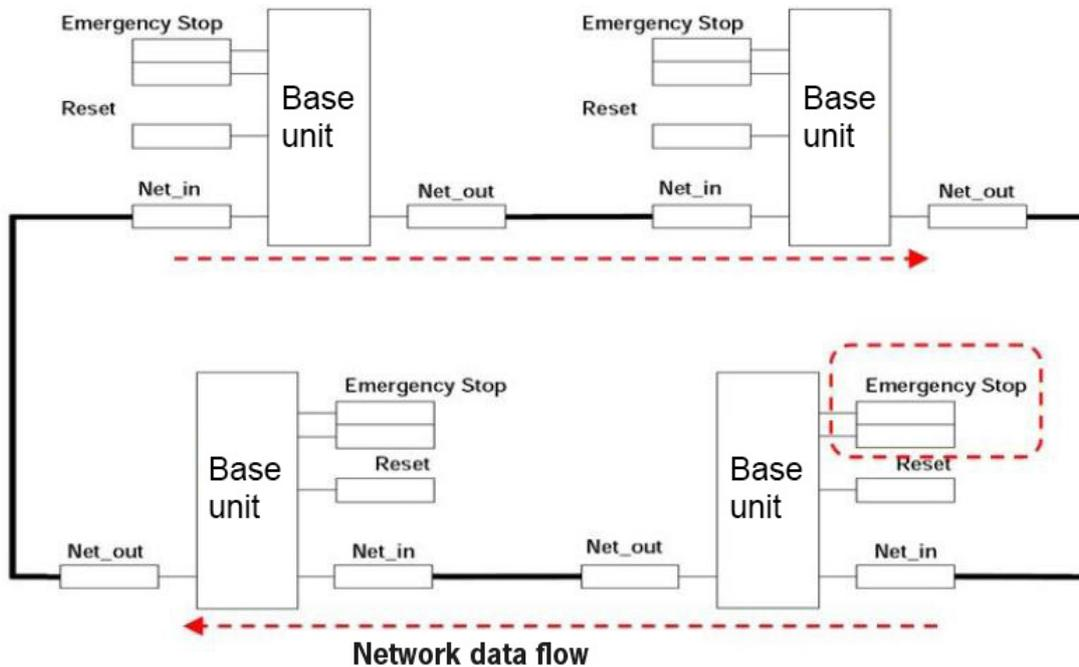

Figure 207 : Exemple d'application\_réseau
**Condition 1** : au démarrage, voir Figure 207:
4. Comme résultat final, la SORTIE de tous les nœuds connectés est dans l'état « 1 » (TRUE) si les différentes entrées (IN) se trouvent dans l'état « 1 » (TRUE).
**Condition 2** : quand on appuie sur l'interrupteur d'arrêt d'urgence de l'un des quatre nœuds, voir Figure 207:
**Condition 3 :** quand l'entrée IN du bloc fonctionnel Network d'un des quatre nœuds passe à l'état « 0 » (FALSE), voir Figure 207